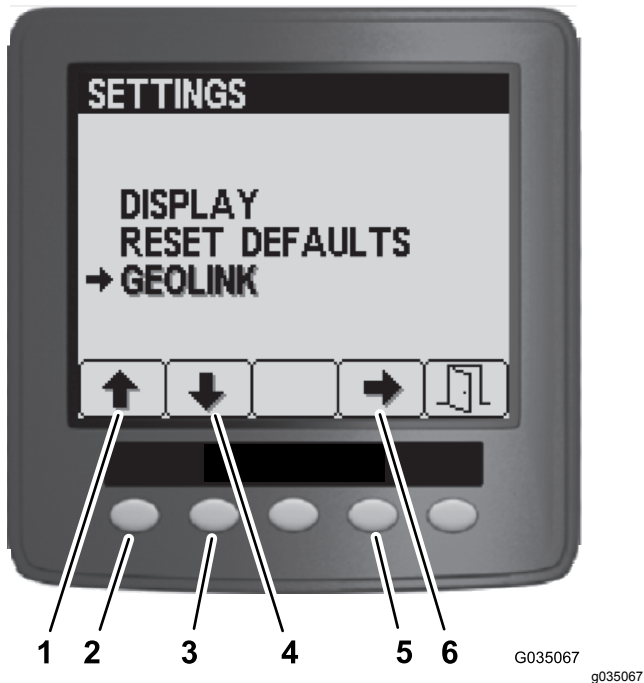

Bild 151
4. Drücken Sie auf dem Einstellungs-Menü die Taste 1 oder Taste 2, bis die Option „GeoLink“ markiert ist; drücken Sie die Taste 4, um auf das GeoLink-Menü zu navigieren (Bild 151).